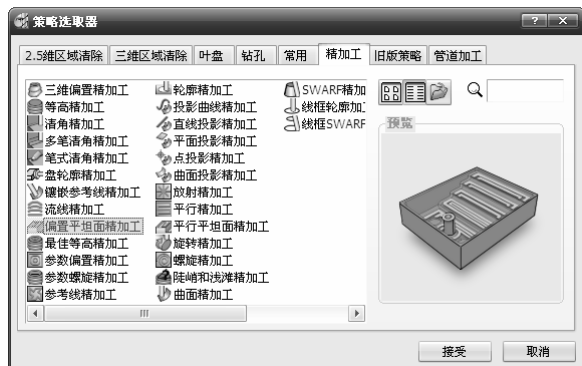

图 3-157 “策略选取器”对话框
1) 单击主工具栏上的“刀具路径策略”按钮, 弹出“策略选取器”对话框, 单击“精加工”选项卡, 在弹出的精加工策略选项中选择“偏置平坦面精加工”加工策略, 如图 3-157 所示。单击“接受”按钮完成。